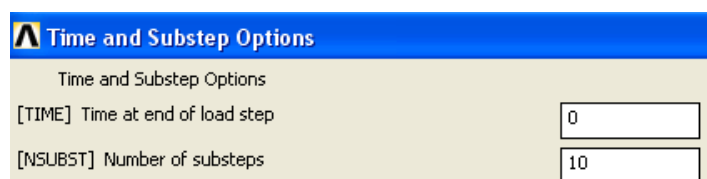

Figure 2 – Paramètre pour Newton-Raphson incrémental
- 2) Un calcul radiatif non linéaire est exécuté avec ANSYS en utilisant le schéma de Newton-Raphson incrémental appliqué avec un nombre de pas de charge NSUBST égal à 10 (fig. 2). Cela signifie que :